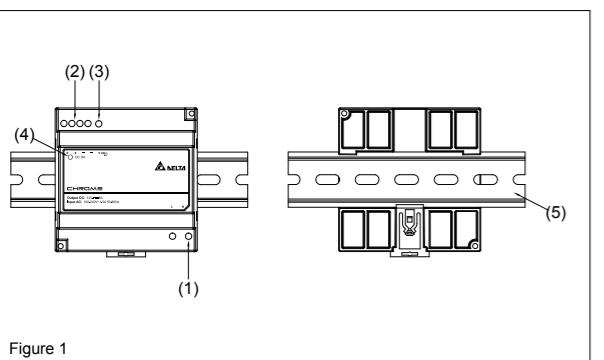
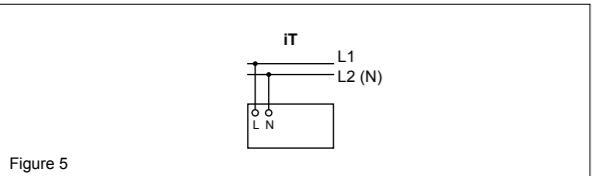

Figure 1
Figure 5
2. Gerätbeschreibung (Abb. 1)
5.1. Anschluss der Eingangsklemmen (Abb. 1, Abb. 5)
Verwenden Sie die Eingangsklemmen L und N (Schutzleiter), um den 100-240Vac-Anschluss herzustellen. Abb. 5 zeigt den Anschluss an die unterschiedlichen Netztypen.
5.2. Anschluss der Ausgangsklemmen (Abb. 1 (2))
Verwenden Sie die Schraubklemmen „+“ und „-“, um den 12Vdc-Anschluss herzustellen. Am Ausgang stehen 12Vdc zur Verfügung. Die Ausgangsspannung kann am Potentiometer zwischen 12 und 14Vdc eingestellt werden. Die grüne LED „DC OK“ zeigt die korrekte Funktion des Ausgangs an (Abb. 1 (4)). Das Gerät verfügt über einen Kurzschluss-, Überlast- und Überspannungsschutz, der auf 19Vdc begrenzt ist.